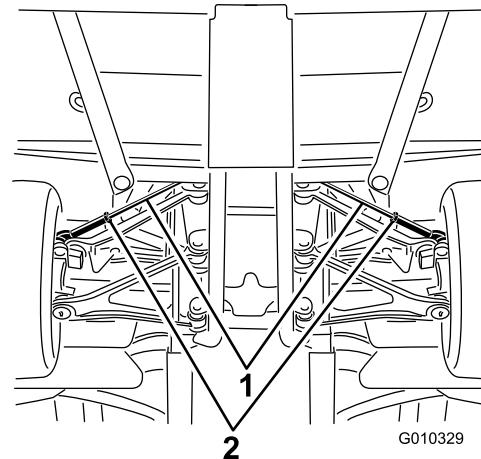

Figura 50
- Afloje la contratuerca del centro del tirante (Figura 50).